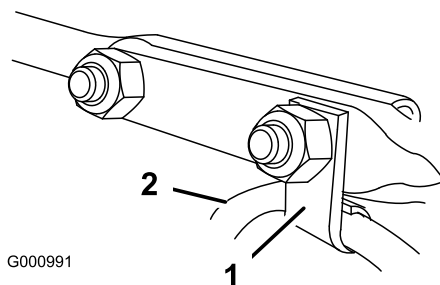

Figura 12
6. Inserite l'attacco per cavo che supporta il cavo del deflettore sul bullone a testa tonda anteriore e fissate i bulloni a testa tonda con i dadi di bloccaggio del sacchetto delle parti sciolte (Figura 12).